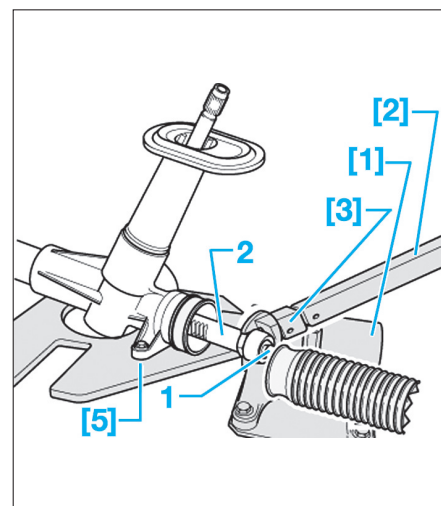

Fig. 14
- Serrer le mécanisme de direction sur le support de boîte de vitesses en utilisant les outils [5] et [1], puis dévisser la biellette de direction (1) de la crémaillère (2) (Fig.14).